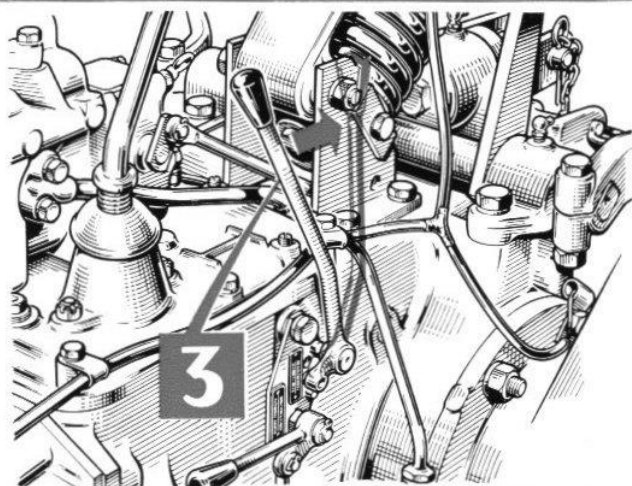

FIG. 23
- Enclencher d'abord le levier de commande des prises de force arrière comme il est écrit plus haut (voir fig. 23).
- Amener la manette de commande de la prise de force ventrale (1) vers le haut.